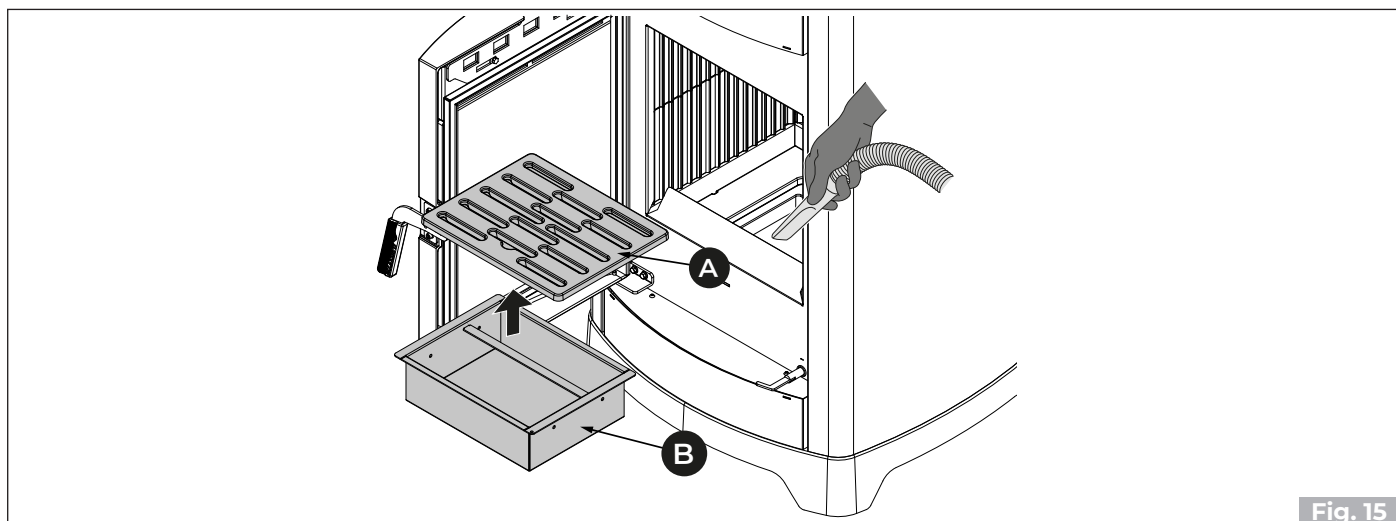

Fig. 15
- 1) Skrbno očistite rešetko **(A)** (**Fig. 15**). Nato jo odstranite in z ročno krtačo (ni priložena) očistite kurišče, ostanke zgorevanja pa oščetkajte v predal za pepel.
- 2) Izvlecite predal za pepel **(B)** z njegovega mesta in posesajte pepel, ki se je nabral v prostoru pod njim (**Fig. 15**).